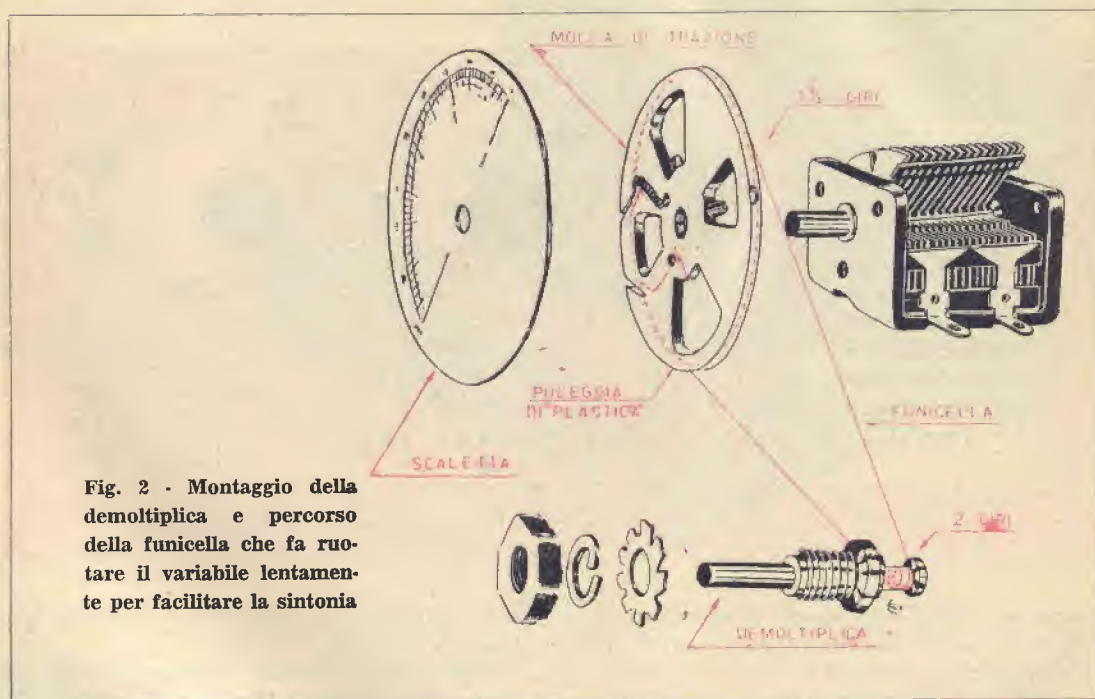

Fig. 2 - Montaggio della demoltiplica e percorso della funicella che fa ruotare il variabile lentamente per facilitare la sintonia
- 6) si monta la funicella come spiega la fig. 2.